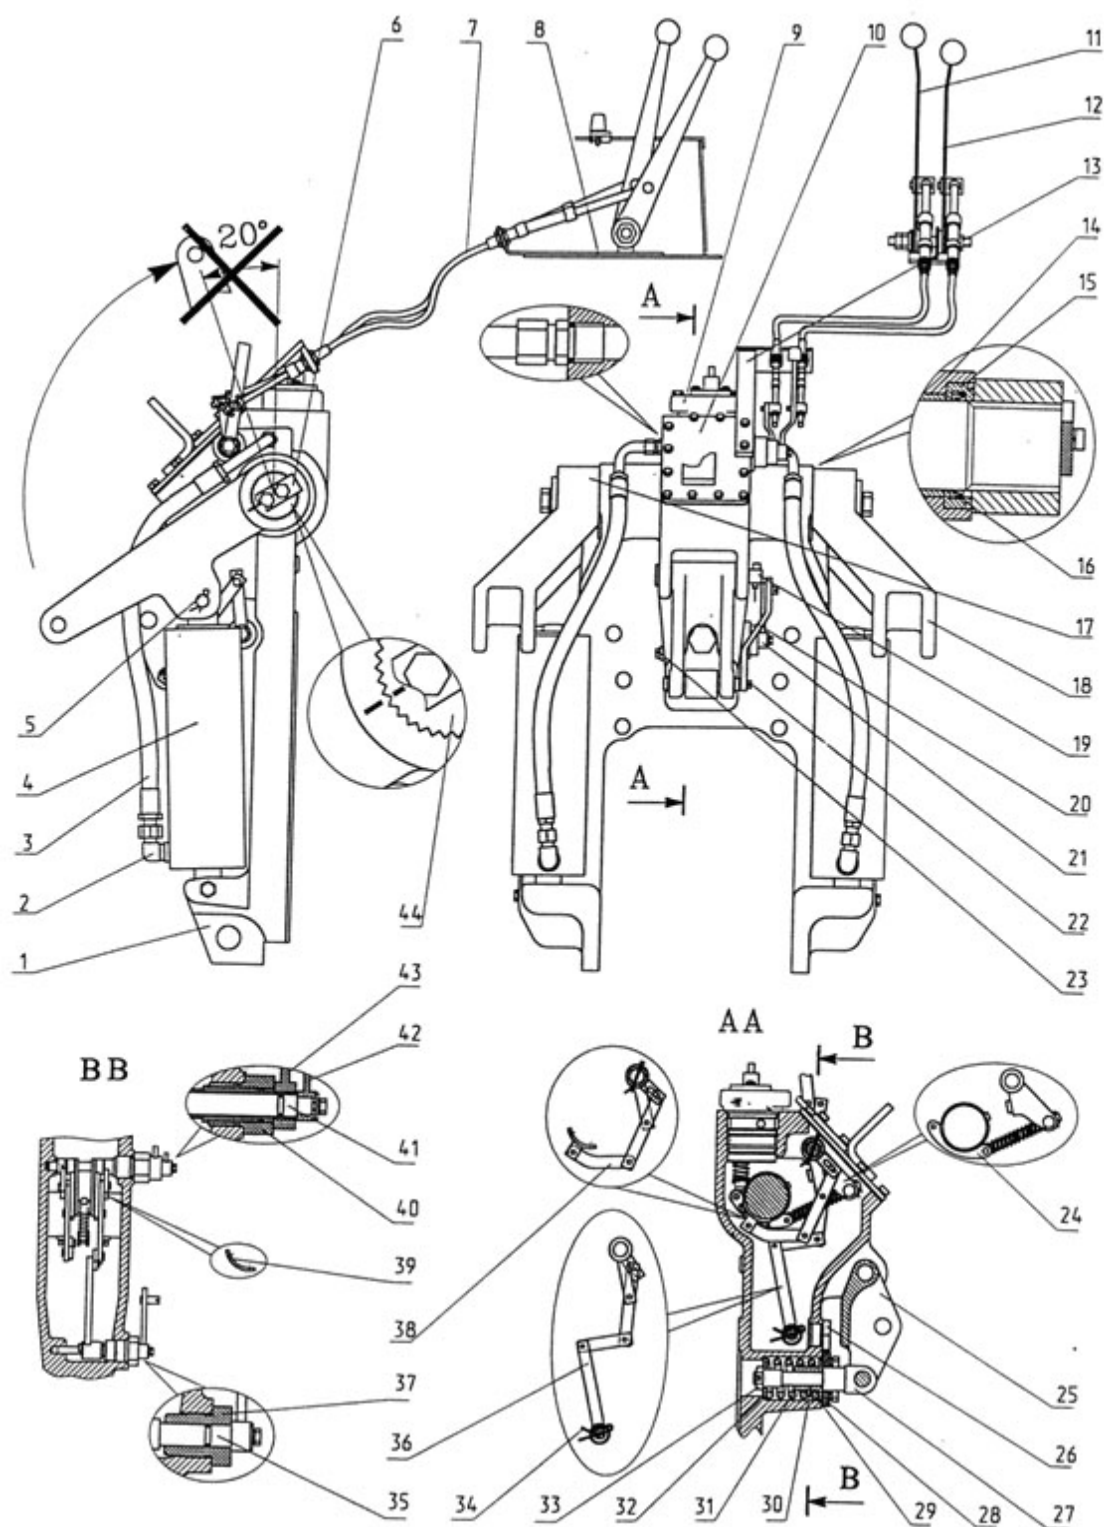

Рисунок 9.1
- 2) слейте масло из корпуса 1 гидроподъемника (рисунок 9.1), отвернув сливную коническую пробку 23 с левой стороны гидроподъемника;
Измерьте диаметр четырех втулок 14 (рисунок 9.1) и сопрягаемые с ними диаметры участков поворотного вала 44, максимальная разница диаметров не должна превышать 0,5 мм. При необходимости выпрессуйте и замените втулки или вал. При замене правого 17 и левого 18 поворотных рычагов нанесите на новых рычагах метки в соответствии с нанесенными Вами метками на снятых деталях.
- **на верхней втулке 40** (рисунок 9.1) (течь между втулкой и корпусом 1) и на полом валике силового звена 36 (течь между втулкой 40 и силовым рычагом 43):
- **на верхнем валике 41** (рисунок 9.1) (течь между рычагами 42 и 43):
- **на нижней втулке 37** (рисунок 9.1) (течь между втулкой и корпусом) и на нижнем валике 35 (течь между втулкой и рычагом 21):